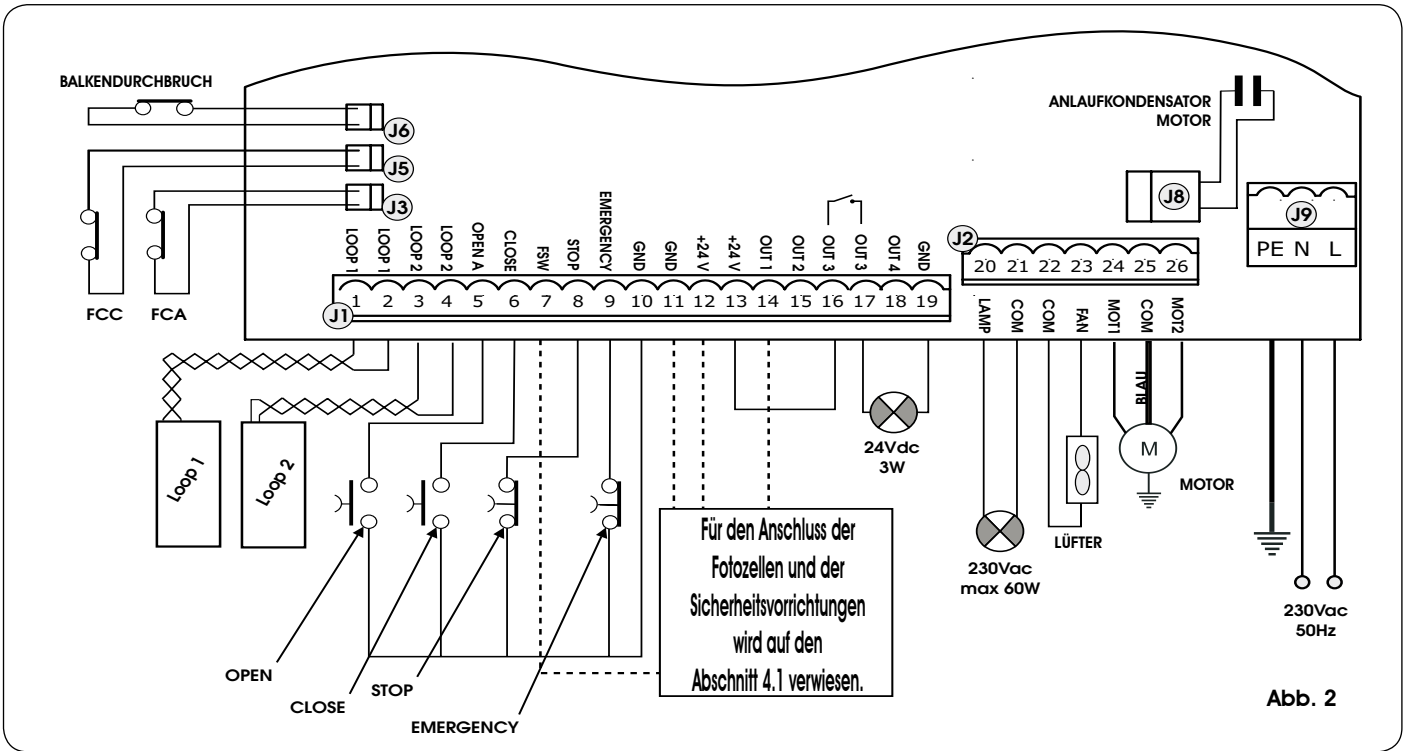

Abb. 2
- Das Erdungskabel an die entsprechende Klemme an den Steckverbinder J9 des Steuergeräts anschließen (siehe Abb. 2).
4.2. KLEMMENLEISTE J1 - ZUBEHÖR (ABB. 2)
An diese Klemmen gemäß den Angaben aus Abb. 2 eine eventuelle Kontrollleuchte zu 24 Vdc - 3 W max. anschließen.
4.3. KLEMMENLEISTE J2 - MOTOR, BLINKLEUCHE UND LÜFTER (ABB. 2)
4.4. STECKVERBINDER J8 - KONDENSATOR MOTOR (ABB. 2)
4.5. KLEMMENLEISTE J9 - VERSORGUNG (ABB. 2)
4.6. STECKVERBINDER J3, J5 - SCHNELLANSCHLUSS ENDSCHALTER BEIM ÖFFNEN UND BEIM SCHLIESSEN (ABB. 2)
4.7. STECKVERBINDER J6 - SENSOR BALKENDURCHBRUCH (ABB. 2)
4.8. STECKVERBINDER J11A,B,C - SCHNELLANSCHLUSS FÜR EXTERNES LOOP-DETECTOR (ABB. 2)